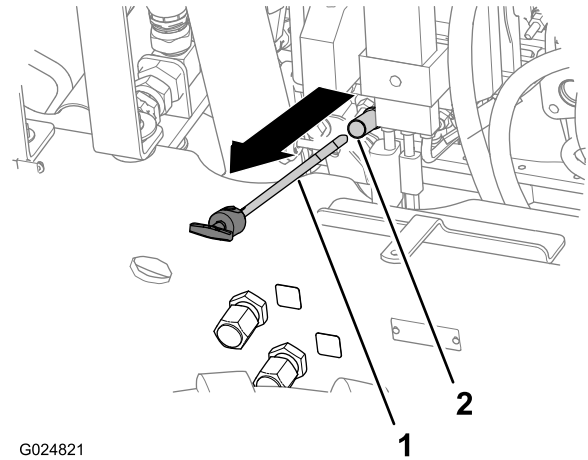

Figura 23
4. Togliete l'asta di livello e asciugatela e pulitela con un panno pulito (Figura 23).
5. Inserite totalmente l'asta nel relativo tubo, quindi estraetela (Figura 23).